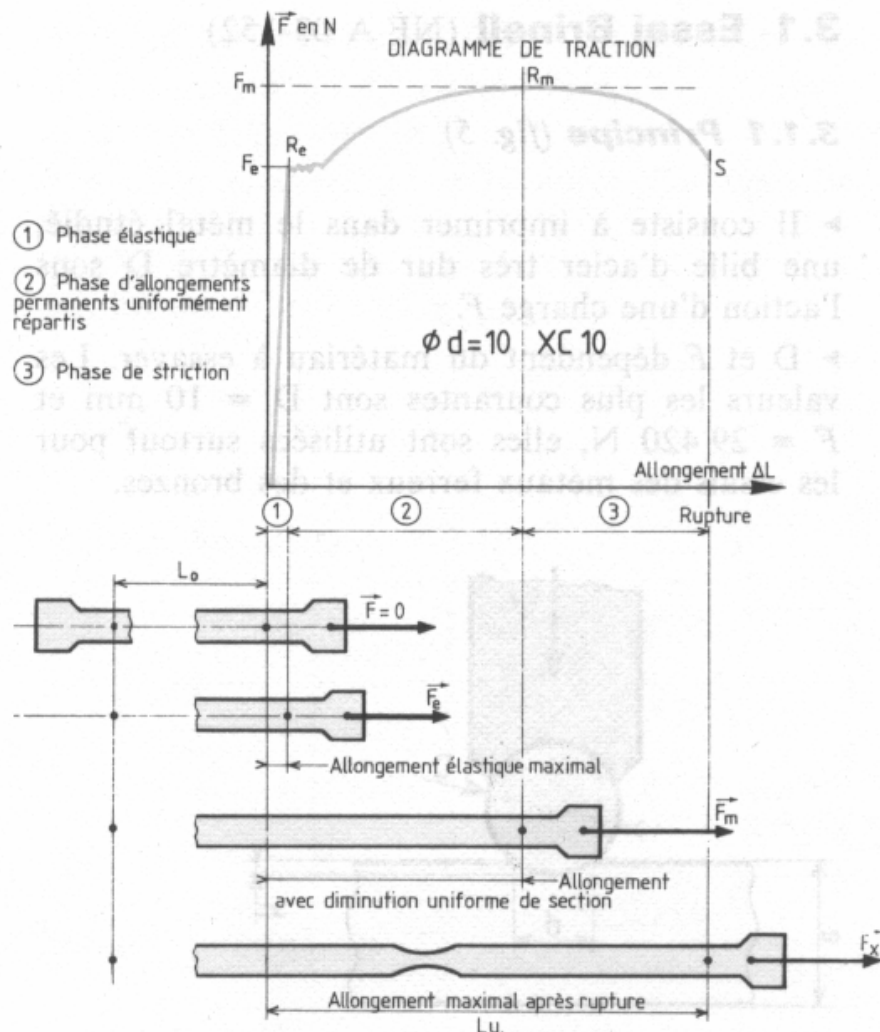

Figure 4.
1.3.3 Analyse des résultats (fig. 4)